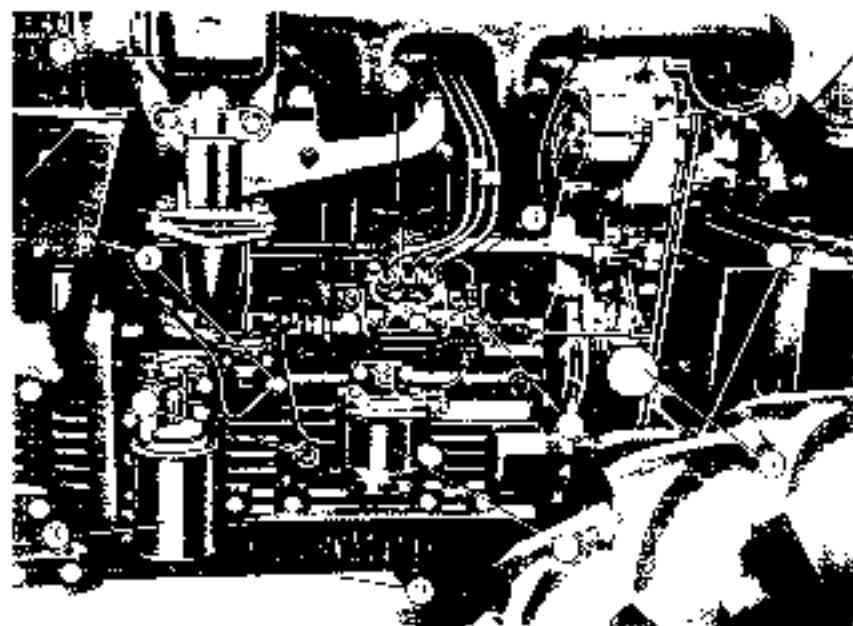

Fig. 15
Tale livello deve essere compreso tra il massimo e il minimo di fissato (fig. 15).
Ogni 20 ore: Controllo delle tensioni delle cinghie ventilatore-alternatore (Fig. 15).
3. chiudere la vite di spurgo del filtro e ripetere le stesse operazioni su in pompa e iniezione (3 fig. 15) agendo sulla relativa vite di spurgo (9 fig. 15).
Pompa di iniezione (3 fig. 15)